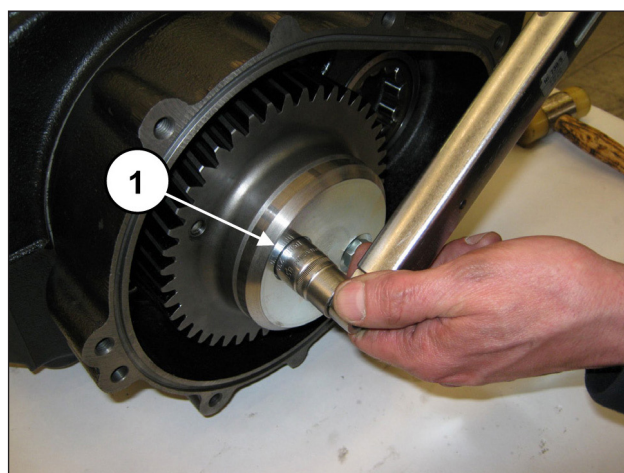

Fig. 77
Calibre os parafusos com chave dinamométrica, conforme indicado no capítulo 3 (pos. ①, Fig. 77).